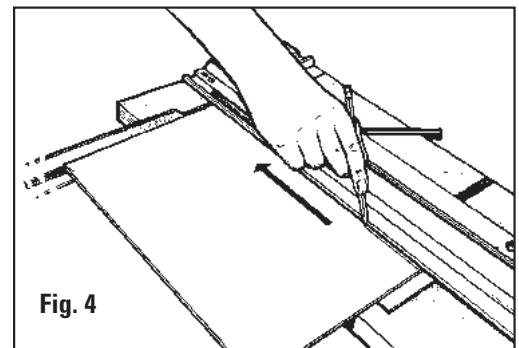

Fig. 4
5. Utilizando un lápiz, dibuje una línea de longitud completa del dorso de la lámina perimétrica. Repita esto para los tres lados restantes. **Fig. 4**
5. Con una matita, tracciare una linea lungo l'intera lunghezza della parte posteriore del cartoncino. Ripetere la procedura per i tre lati rimanenti. **Fig. 4**
- Avec la main gauche, appuyez sur le goujon anti-glissement et faites pivoter le support de lame pour insérer la lame dans la feuille. **Fig. 4**
- Con la mano izquierda, presione el pasador anti-arrastrer y gire el sujetador de la cuchilla para insertar la cuchilla en la lámina perimétrica. **Fig. 4**